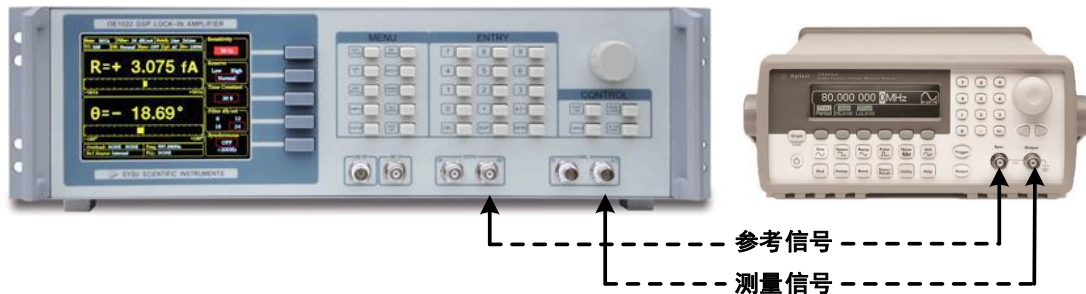

图86. 信号线连接图
2. 用一条带 BNC 接头的信号线连接函数信号发生器的输出接口和 OE2041 前面板 SIGNAL IN 的 A 接口，用另一条带 BNC 接头的信号线连接函数信号发生器的同步参考信号接口和 OE2041 前面板的 REF IN 接口，如图 86 所示：